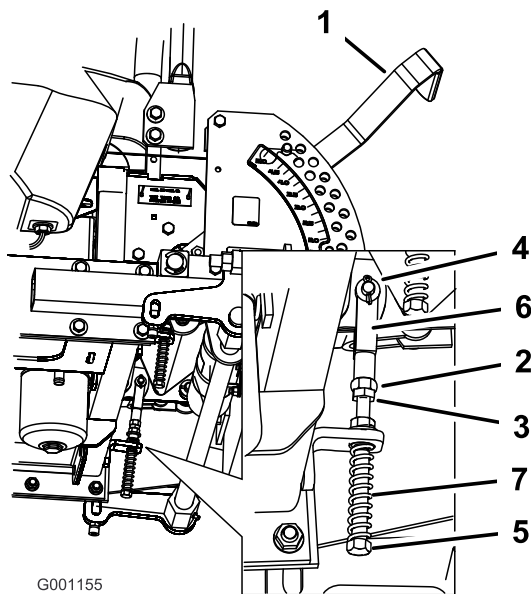

Figure 74
pour centrer le levier à la position de verrouillage du point mort (Figure 74).
10. Serrez l'écrou et l'écrou de blocage (Figure 74).
8. Si un réglage s'impose, desserrez l'écrou et l'écrou de blocage vissés contre la chape (Figure 74).